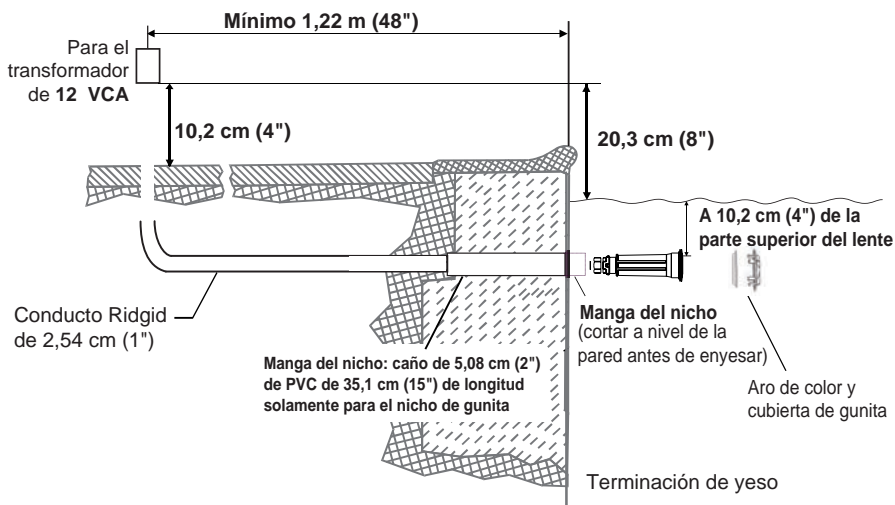

Figura 1: Diagrama de instalación de lámpara en gunita
ANTES DE COMENZAR: La siguiente información describe las tareas que el electricista debe realizar *antes de instalar la unidad de iluminación*. Vea la Figura 1 de la página 6.
- La caja de conexiones y el transformador de bajo voltaje se ubica al menos a 10,16 cm (4 pulgadas) sobre el nivel del suelo u 20,3 cm (8 pulgadas) sobre el máximo nivel del agua, el que sea mayor. La caja de conexiones se debe encontrar al menos a 1,22 m (48 pulgadas) del borde de la piscina. Vea la Figura 1 de la página 7.
ANTES DE COMENZAR: La siguiente información describe las tareas que el electricista debe realizar *antes* de instalar la unidad de iluminación. Vea la Figura 1 de la página 7.
- La caja de conexiones y el transformador de bajo voltaje se encuentran a un mínimo de 20,3 cm (8") sobre el nivel del suelo y a un mínimo de 1,22 m (48") desde el borde de la piscina. Vea la Figura 1 de la página 7.
1. **Instale la manga:** Ubique la posición vertical en la piscina o el spa donde se instalará la lámpara. La parte superior del lente de la lámpara debe encontrarse como mínimo a 10,2 cm (4") debajo del nivel de agua normal. Consulte la Figura 1 de la página 7 para ver los requisitos exactos de profundidad.
6. Instale el conducto. Vea la Figura 1 de la página 7.
2. En el transformador de 12 VAC o la caja de conexiones, corte todo el cable sobrante. Deje al menos 15,2 cm (6") de cable en la caja de conexiones o en el transformador para facilitar la instalación de la lámpara y la inspección del nicho. Corte el cable sobrante. Vea la Figura 1 de la página 7.
3. Pele el extremo del cable exterior para descubrir los dos (2) conductores aislados. Pele los dos conductores. Procure no dañar el conductor de cobre.
4. Conecte los dos (2) conductores a los cables de circuito correspondientes en la caja de conexiones (cable negro a alimentación, cable blanco a común). Fije la cubierta de la caja de conexiones.